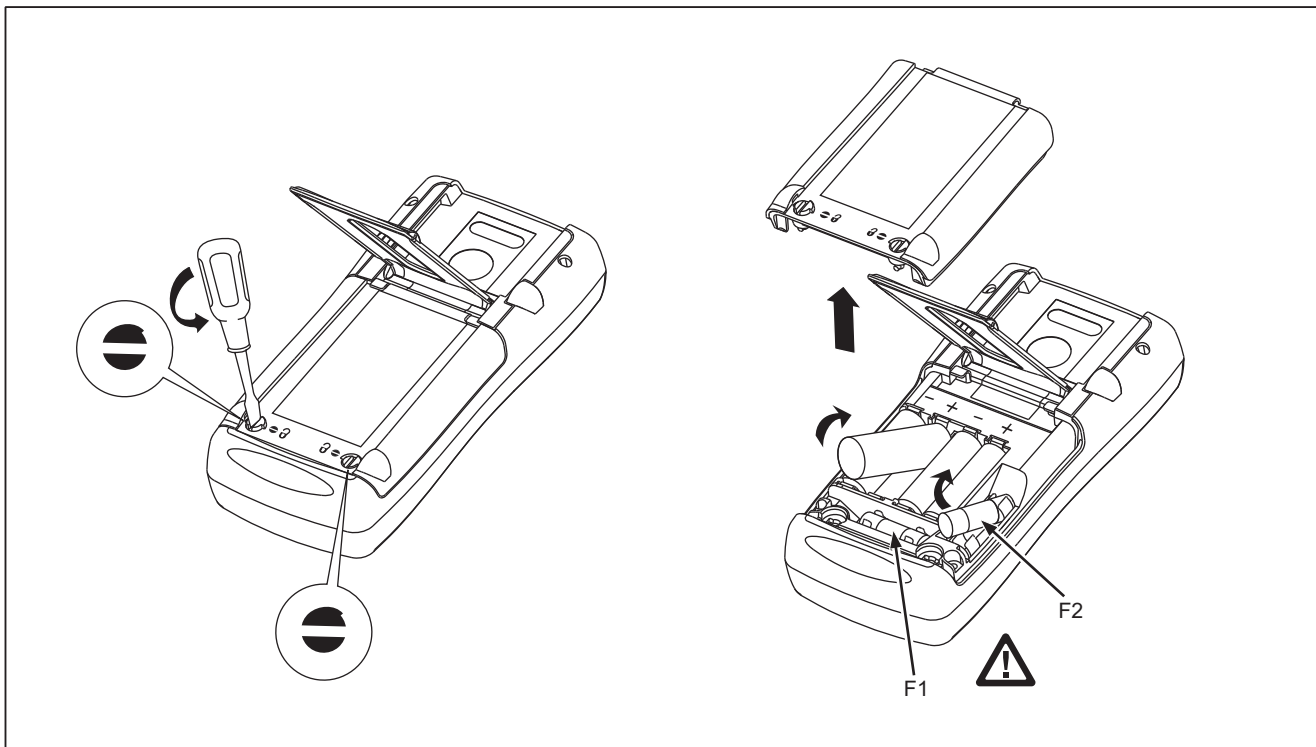

Figura 5. Sostituzione delle batterie e dei fusibili
1. Rimuovere i puntali e spegnere il multimetro. Vedere figura 5.
5. Sostituirle con quattro batterie alcaline tipo stilo (AA) nuove.